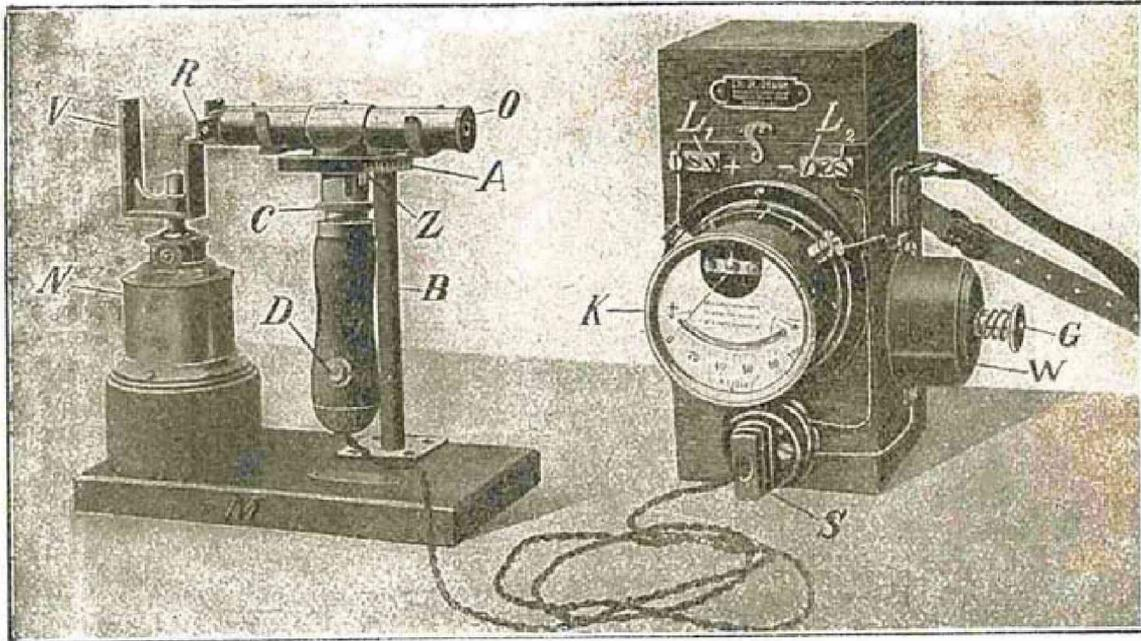

Figure 1.
On serre alors le photomètre, la partie graduée tournée du côté de l'observateur, dans les ressorts du support (B) et l'on tourne le système-viseur (V), de façon que la plaque mate désignée par "A", se trouve dans l'axe longitudinal du pyromètre; on pousse celui-ci aussi loin que possible du côté de la plaque mate. La poignée en bois portant le contact devra être dirigée vers le bas (voir la fig. 1 de la p. 6). On allume ensuite la lampe à acétate d'amyle et on la laisse brûler environ 5 minutes, afin d'obtenir une flamme, immobile et sans soubresauts; puis on contrôle la hauteur de la flamme, dont la pointe jaune doit se trouver exactement à la hauteur du système-viseur (V.)